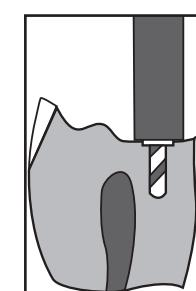
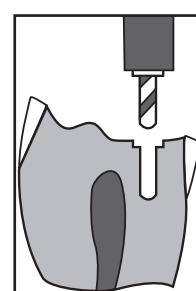

Figure 5
Figure 6
- Gør kanalforberedelsen færdig i fuld dybde (det farvede boreskaf fungerer som stop) (**Fig. 5**). MAX dybdebegrensningsboret danner og korrigerer modboringen automatisk til MAX skulderstoppet (**Fig. 6**).